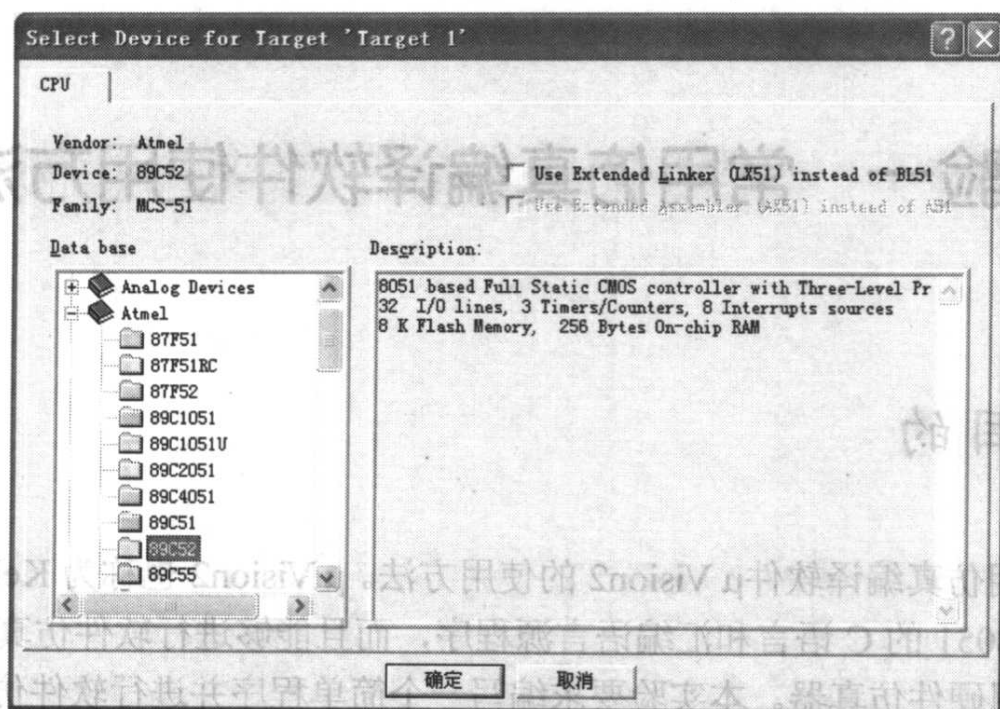

图 1-2 为工程选择单片机类型
2. 由 Project→New Project 建立新工程 Target 1, 按程序要求输入工程名, 如 LED1 (默认后缀是“.uv2”。单击“确定”按钮后, 弹出对话框, 提示用户选择单片机类型, 比如可以选择 Atmel 的 89C52, 然后单击“确定”按钮, 如图 1-2 所示。